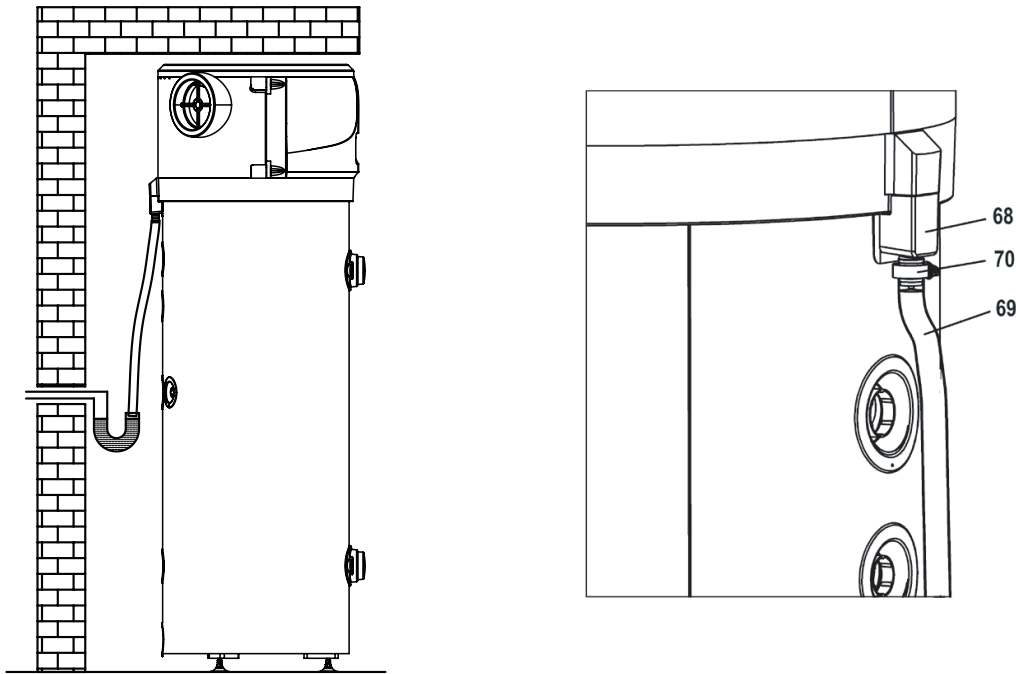

Abb. 22
Das während des Betriebs der Wärmepumpe anfallende Kondensat fließt durch eine entsprechende Austrittsleitung (G 3/4"), die innerhalb der Verkleidung verläuft und an der Seite des Geräts austritt. Verwenden Sie einen flexiblen Schlauch Ø16 ((69), Abb. 22), um ihn mit dem Kunststoffnippel (68) zu verbinden. Ziehen Sie den Schlauch mit der Schlauchschelle (70) fest. Behandeln Sie den
Kunststoffnippel (68) vorsichtig, um Schäden zu vermeiden. Schließen Sie den Schlauch an einen Siphon an, damit das Kondensat frei fließen kann (Abb. 22).
! Bewegen Sie den Kunststoffnippel (68) (Abb. 22) vorsichtig mit der Hand, um Schäden zu vermeiden.